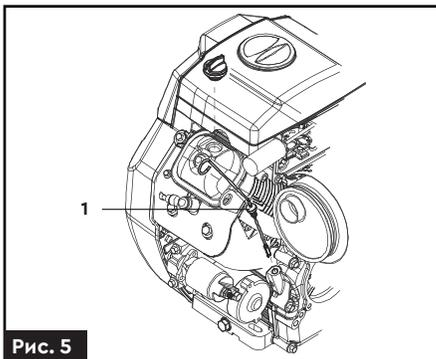
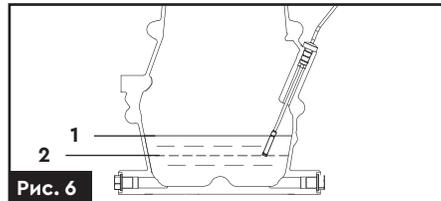

Рис. 5
Рис. 6
3. Якщо рівень оливи низький **(2)** (рис. 6), то заповніть картер двигуна рекомендованим типом оливи, поки його рівень не наблизиться до позначки **(1)** (рис. 5). Пам'ятайте, що генератор при цьому повинен стояти на рівній поверхні.